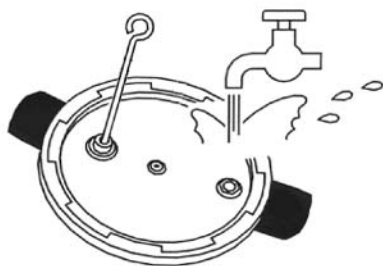

FIG.7a
Para mantener su olla en perfecto estado de uso y conservación, le recomendamos lavarla después de cada uso con agua tibia, jabón para vajilla y una esponja o estropajo suave, siguiendo las siguientes instrucciones (FIG. 7a, 7b, 7c).
Al tiempo que aplica un fuerte chorro de agua tibia, debe de limpiar el orificio de la chimenea (10) con una varilla y la válvula de seguridad (21) (FIG. 7a).